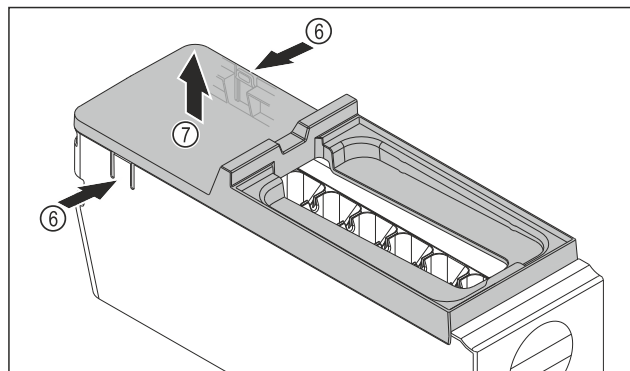

Fig. 80
- ▶ Vyjmutí krytu korpusu EasyTwist-Ice: Lamely Fig. 80 (6) na obou stranách korpusu EasyTwist-Ice stlačte jednou rukou.
- ▶ Kryt Fig. 80 (7) vyjměte druhou rukou nahoru.